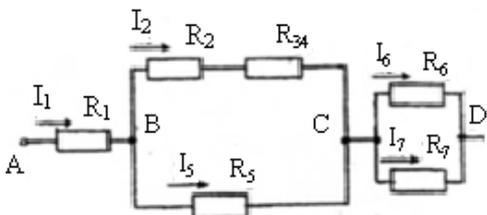
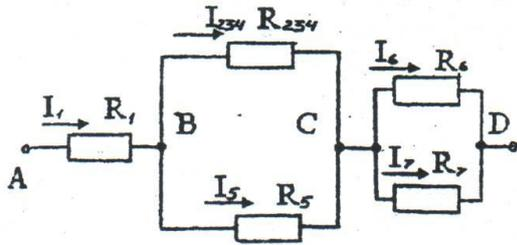

Рисунок 6 - Электрическая схема
Рисунок 7 - Электрическая схема
2. Резисторы R_2 и R_{34} (см. рис. 6) соединены последовательно, их общее сопротивление $R_{2-4} = R_2 + R_{34} = 20 + 40 = 60 \text{ Ом}$. Соответствующая схема приведена на рис. 7
По ходу решения задачи можно проверять правильность ее решения. Так, на основании третьего свойства последовательного соединения следует, что $U = U_{AD} = U_{AB} + U_{BC} + U_{CD} = 70 + 120 + 60 = 250 \text{ В}$, что соответствует заданному напряжению. Зная напряжения на участках ВС и СД, определим токи в ветвях (см рис. 7)
На основании второго свойства параллельного соединения можно убедиться на этом этапе в правильности решения задачи, применив первый закон Кирхгофа Из схемы (рис. 7) следует, что: $I = I_1 = I_{2-4} + I_5$ и $I = I_1 = I_6 + I_7$
Это можно сделать двумя способами: на основании закона Ома $U_2 = I_2 \times R_2 = 2 \cdot 20 = 40 \text{ В}$ или на основании третьего свойства последовательного соединения. На участке ВС верхняя ветвь представляет собой последовательное соединение резисторов R_2 и R_{34} (см рис. 6), поэтому $U_{BC} = U_2 + U_{34}$, отсюда $U_2 = U_{BC} - U_{34} = 120 - 80 = 40 \text{ В}$. Переходим к определению мощности, потребляемой цепью и каждым резистором в отдельности.